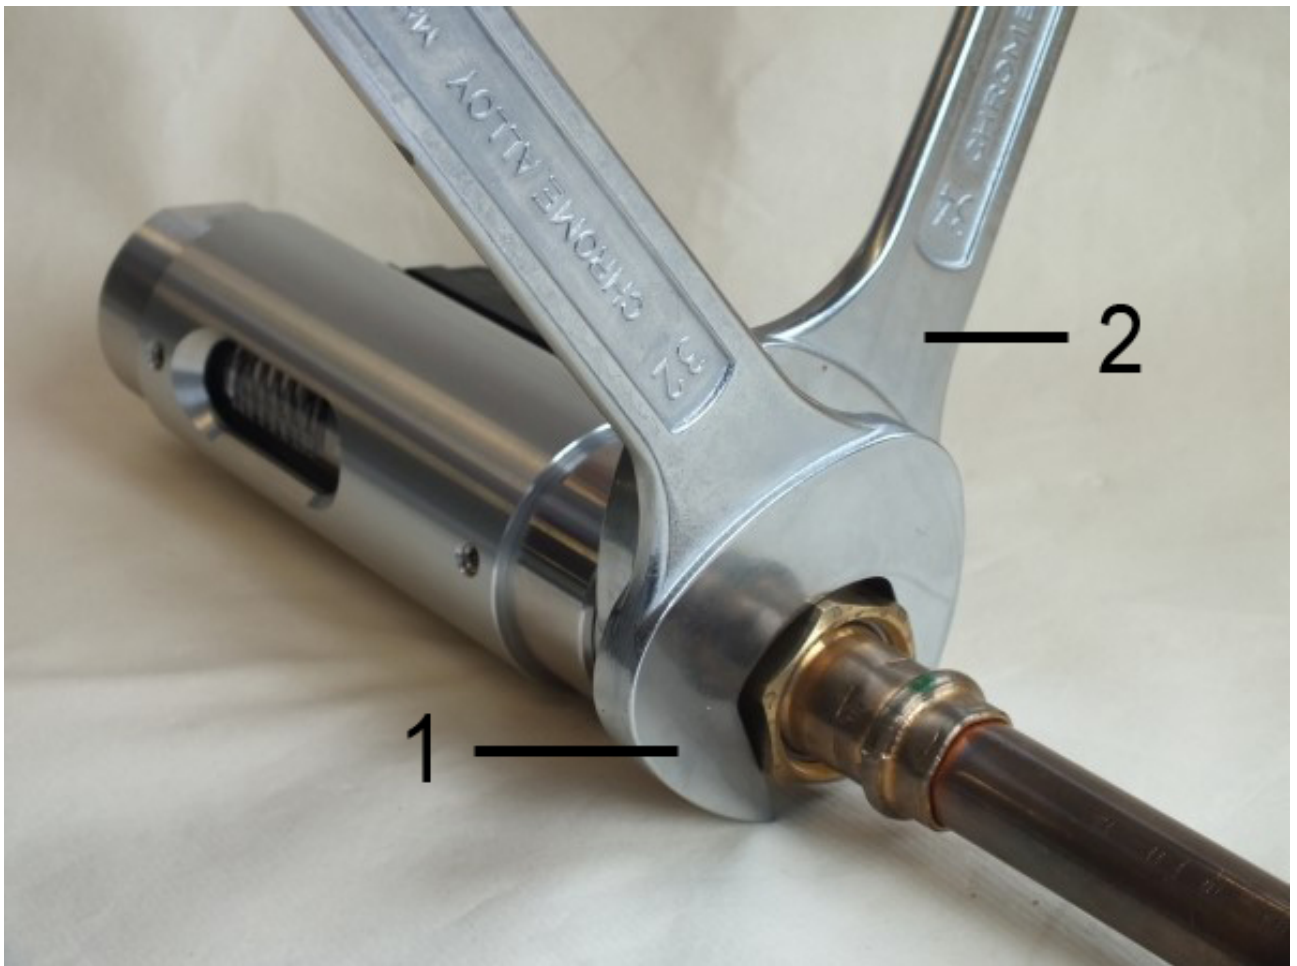

Abb. 11: Gerät einschrauben
2. ➔ Mit passenden Maulschlüssel (*Abb. 11/1*) die Übergangverschraubung der Rohrleitung eindrehen. Dabei die Geräteverschraubung mit einem passenden Maulschlüssel (*Abb. 11/2*) gegenhalten